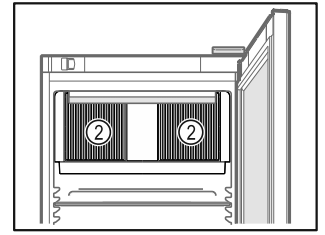

Fig. 48
- ❑ Odstąpić szczeliny wentylacyjne Fig. 48 (2) dmuchawy wewnątrz urządzenia.